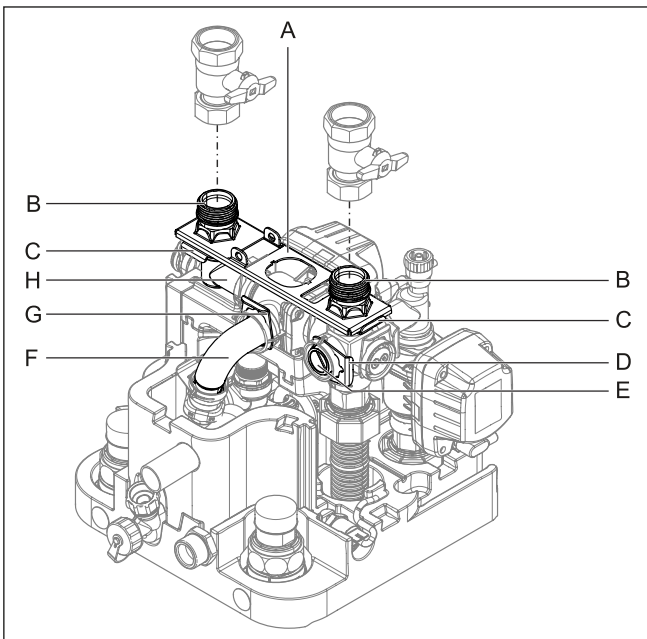
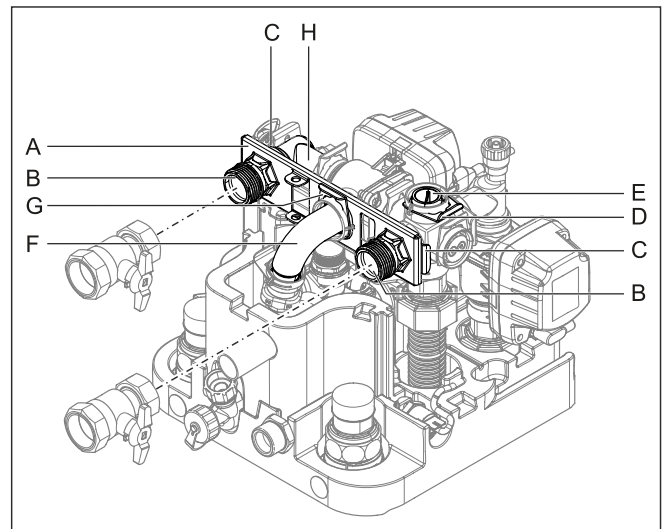

Fig. 64-17 Ligações da alimentação e do retorno do aquecimento orientadas para cima
Fig. 64-19 Ligações da alimentação e do retorno do aquecimento orientadas para trás
- 2 Retirar ambos os estribos de encaixe dos acoplamentos de ligação (Fig. 64-17, pos. C).
- 3 Retirar ambos os acoplamentos de ligação (Fig. 64-17, pos. B).
- 4 Retirar a chapa de fixação (Fig. 64-17, pos. A).
- 5 Retirar o estribo de encaixe do tampão (Fig. 64-17, pos. D).
- 6 Retirar o tampão (Fig. 64-17, pos. E).
- 7 Rodar a peça angular (Fig. 64-17, pos. H) 90° para trás.
- 8 Retirar o estribo de encaixe do cotovelo (Fig. 64-17, pos. G).
- 9 Puxar cuidadosamente o cotovelo (Fig. 64-17, pos. F) para fora do seu suporte horizontal, para trás, até a chapa de fixação (Fig. 64-19, pos. A) poder ser inserida verticalmente no meio.
- 10 Introduzir a chapa de fixação entre o cotovelo e o seu suporte horizontal, e voltar a enfiar o cotovelo (Fig. 64-19, pos. F) no seu suporte, através do orifício central da chapa de fixação.
- 11 Voltar a fixar o cotovelo com o estribo de encaixe (Fig. 64-19, pos. G) no respetivo suporte.
- 12 Enfiar ambos os acoplamentos de ligação (Fig. 64-19, pos. B) nos seus suportes laterais, através da chapa de fixação.
- 13 Fixar ambos os acoplamentos de ligação com estribos de encaixe (Fig. 64-19, pos. C) nos respetivos suportes.
- 14 Inserir o tampão (Fig. 64-19, pos. E) no suporte superior.
- 15 Fixar o tampão com o estribo de encaixe (Fig. 64-19, pos. D).